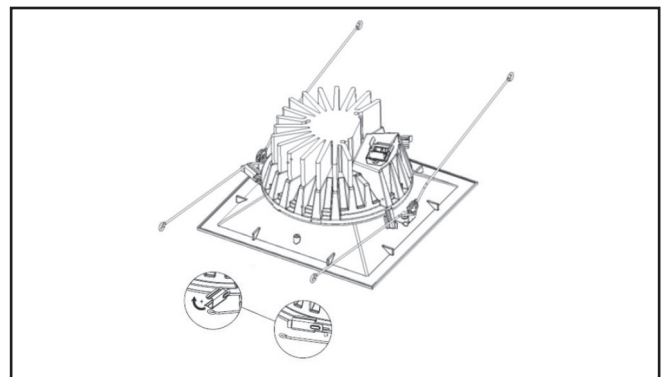

Figura 5
- Rote los ganchos laterales (3) en el lugar para fijar firmemente la moldura al motor LED (Figura 5).